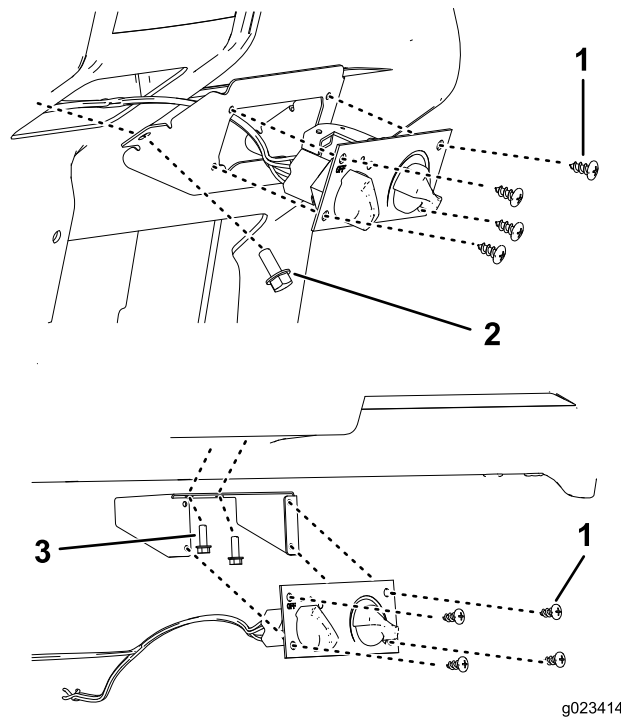

Figure 5
4. Fixez la commande de chauffage à son support avec 4 vis à tête (Figure 5).
5. Branchez le câble de la commande de chauffage et le connecteur du faisceau de câblage noir à la commande de chauffage et le connecteur de faisceau de câblage blanc au chauffage (Figure 5).
7. Utilisez 4 boulons (5/16 po) de fixation à l'avant du support de commande de chauffage et 2 boulons (5/16 po pour les modèles HD) sur le côté du support ou 2 boulons (1/4 po pour les modèles MD) à l'intérieur et en haut du support, selon le modèle de votre machine (Figure 5).